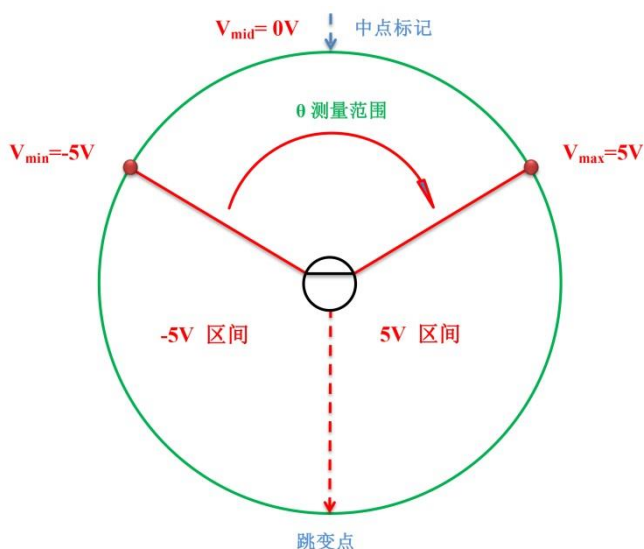
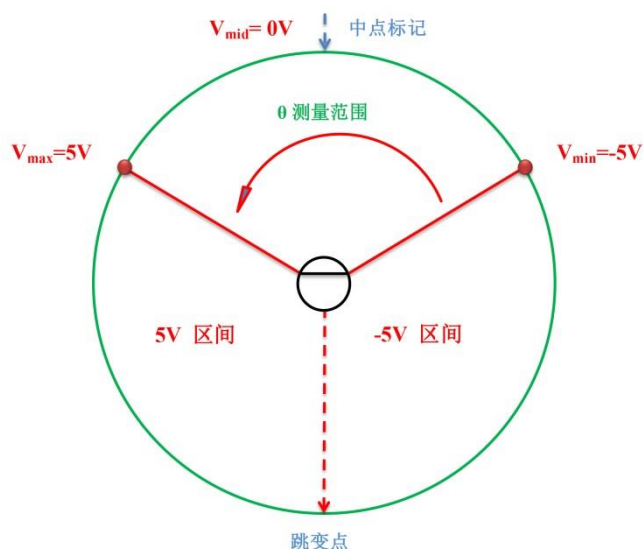

图 3 角度测量区域
图 4 角度测量区域
角度测量区间如图 3、图 4 所示，其说明如下：
- 1) θ 对应于测量角度区间，图 3 为顺时针增大，图 4 为逆时针增大；